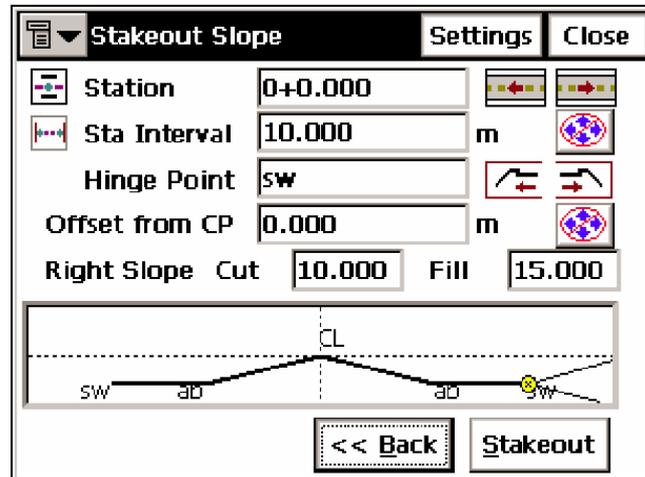

Рисунок 7-38. Вынос в натуру откоса
3. В окне **Stakeout Slope (Вынос в натуру откоса)** введите параметры поперечного сечения на станции, где проводится разбивка, интервал возрастания станции, Hinge Point (точку перегиба) (в этой точке происходит разворот линий Выше/Ниже) и величины параметров Выше/Ниже, смещение относительно Catch Point (бровки) (линии, отделяющей уклон от необрабатываемого участка) (рис.7-38).